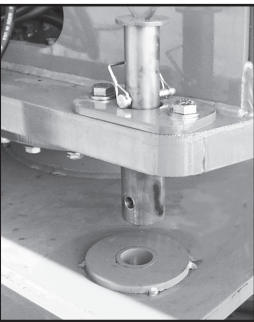

Figura 1: Perno de bloqueo
- 3. Quitar el perno de bloqueo. Ver la figura 1.